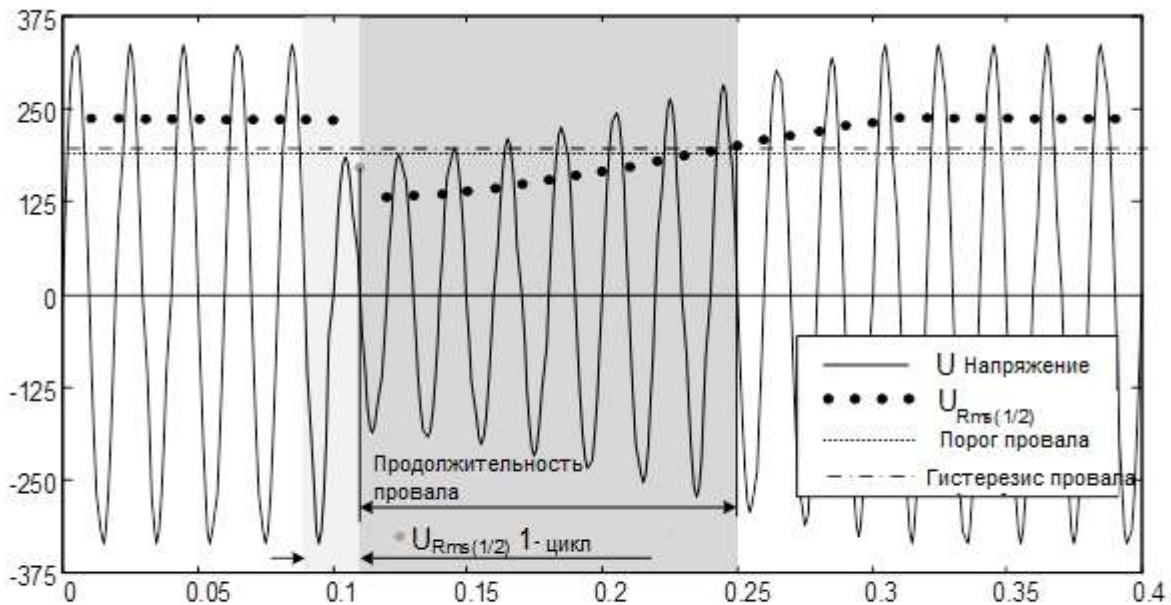
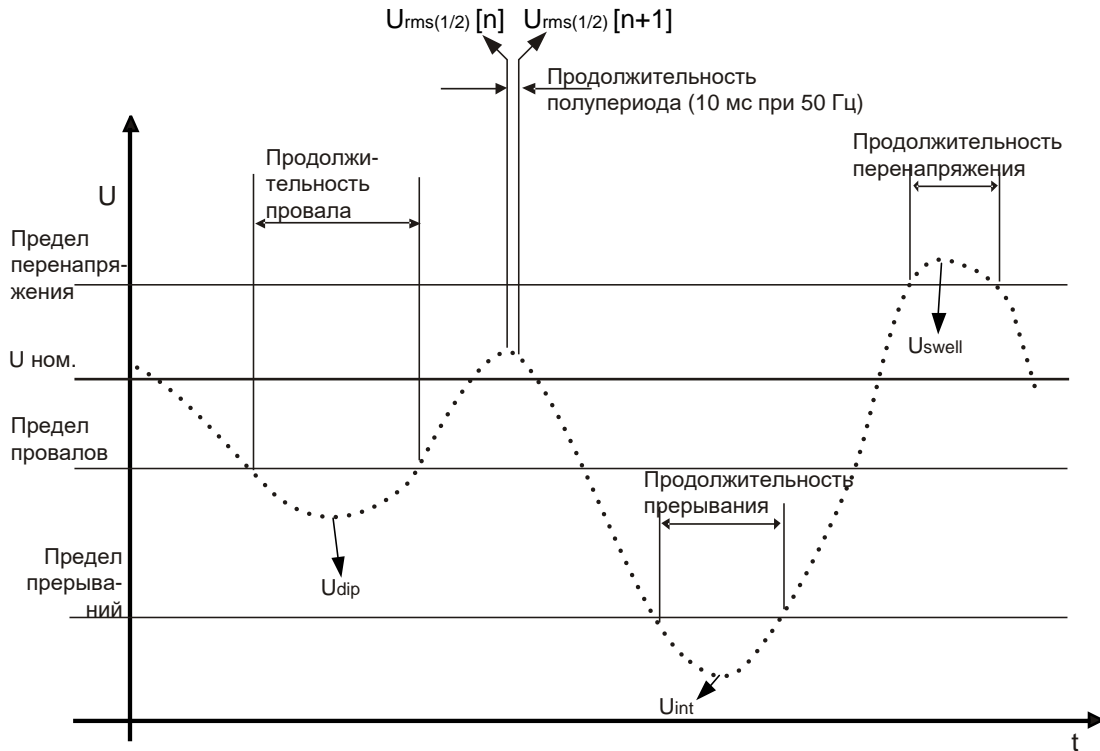

Рисунок 5.11 Измерение  $U_{Rms(1/2)}$  за 1 период
Рисунок 5.12 Определение событий, связанных с напряжением
- В однофазных системах (тип подключения 1W) провал напряжения начинается, когда напряжение  $U_{Rms(1/2)}$  падает ниже порога провала, и заканчивается, когда напряжение  $U_{Rms(1/2)}$  достигает порогового значения провала (с добавкой напряжения гистерезиса) или превышает его (см. Рисунок 5.12 и Рисунок 5.11),.
- В однофазных системах (тип подключения 1W) перенапряжение начинается, когда напряжение  $U_{Rms(1/2)}$  превышает порог перенапряжения, и заканчивается, когда напряжение  $U_{Rms(1/2)}$  достигает порогового значения перенапряжения (с добавкой напряжения гистерезиса) или становится ниже этого порога (см. Рисунок 5.12 и Рисунок 5.11),
- В однофазных системах (1W) прерывания напряжения начинается, когда напряжение  $U_{Rms(1/2)}$  падает ниже порога прерывания напряжения, и заканчивается, когда напряжение  $U_{Rms(1/2)}$  достигает порогового значения прерывания напряжения (с добавкой напряжения гистерезиса) или превышает этот порог (см. Рисунок 5.12 и Рисунок 5.11),